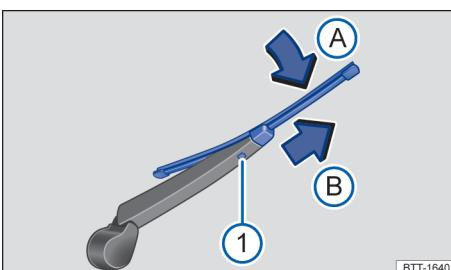

Fig. 204 Substituir a palheta do limpador do vidro traseiro.
- Manter o botão de destravamento pressionado → Fig. 204 ①.
- Inclinar a palheta dos limpadores do vidro na direção do braço dos limpadores do vidro traseiro → Fig. 204 A (seta) e, ao mesmo tempo, retirar no sentido da seta B. Para isso, poderá ser necessário um esforço um pouco maior.
- Introduzir a nova palheta dos limpadores dos vidros **de mesmo comprimento e versão** no braço dos limpadores dos vidros no sentido contrário ao da seta → Fig. 204 (seta B), até que ela se encaixe. Agora a palheta dos limpadores dos vidros deverá estar em posição rebatida para fora → Fig. 204 (seta A).